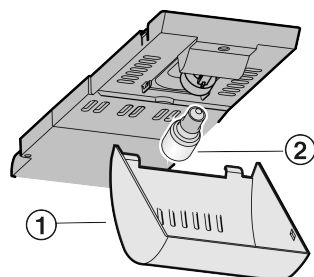

Fig. 12
- ▶ Kryt Fig. 12 (1) uchopte vpředu a vzadu vyhákněte.
- ▶ Žárovku Fig. 12 (2) vyměňte.
- ▶ Kryt Fig. 12 (1) zase nasadte.